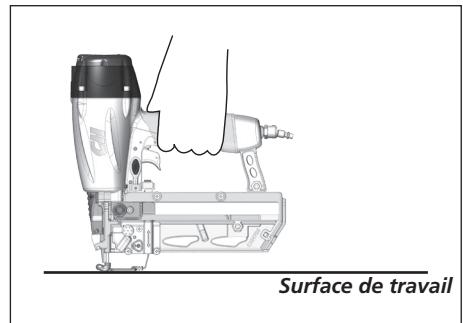

Figure 16
5. Enfoncer la PC contre la surface de travail sans tirer la gâchette (Voir la Figure 16). La cloueuse **NE DOIT PAS ÊTRE EN MARCHE**. Ne pas utiliser l'outil s'il fonctionne sans tirer la gâchette. Des blessures pourraient en résulter.